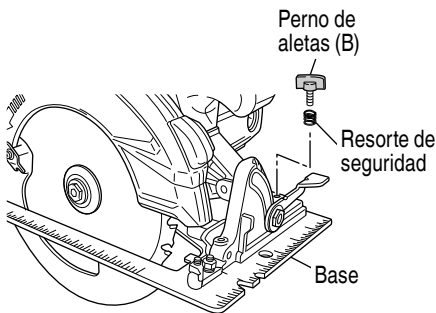

Fig. 10
3. Regulación de la guía (Guía de corte) (Fig. 10, 11) .....Accesorio opcional